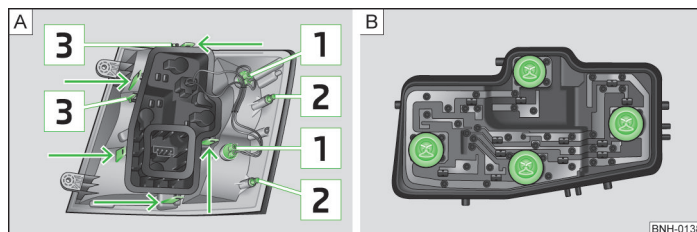

Fig. 180 Partea exterioară a lămpii / partea interioară a lămpii
- Împingeți cu atenție blocul optic spate în caroserie, astfel încât bolțurile [\[2\]](#) » fig. 180 la pagina 201 ale lămpii să se fixeze în suporturile din caroserie » .
- Rotiți soclul becului [\[1\]](#) » fig. 180 în sens antiorar și scoateți-l din carcasa lămpii.
- Deblocați suportul becului din elementele de fixare marcate cu săgeți » fig. 180
- Rotiți soclul becului » fig. 180 - [B] până la limită **în sens contrar** sensului orar și scoateți-l din carcasa lămpii.
- Introduceți dornurile de ghidare [3] » fig. 180 ale suportului de bec în lampă.